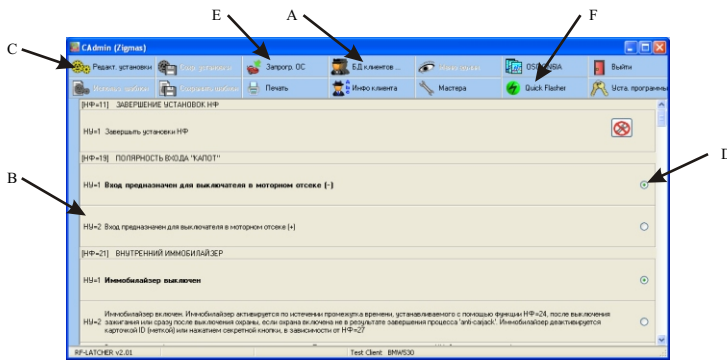
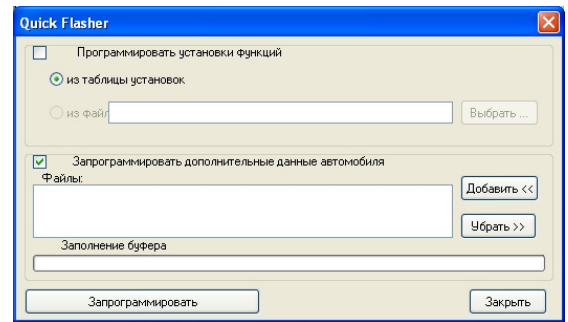

Рис. 9. «CAdmin». Окно установок.
Рис. 10. «CAdmin». «Quick Flasher».
- щелкните иконку «БД клиентов» (см. рис. 9-A);
- двойным щелчком на заново созданной записи клиента откройте таблицу с начальными заводскими установками системы тревожной сигнализации (см. рис. 9-B);
- для изменения установок щелкните иконку «Редакт. установки» (см. рис. 9-C) и в показываемом списке опций выберите желаемые установки (щелкая кружки выбора). Отмеченный кружок значит выбранную установку (см. рис. 9-D);
- когда сделаны все изменения еще раз щелкните иконку «Редакт. установок» – выключится возможность изменения установок, щелкните иконку «Запрогр. ОС» (см. рис. 9-E) – будет начата процедура обновления установок системы тревожной сигнализации;
- для обновления базы данных системы тревожной сигнализации данными новых автомобилей щелкните иконку «Quick Flasher» (см. рис. 9-F), щелкнув иконку «Добавить» выберите файл данных CAN-шины конкретного автомобиля (см. рис. 10) и щелкнув кнопку «Запрограммировать» загрузите этот файл в систему тревожной сигнализации;